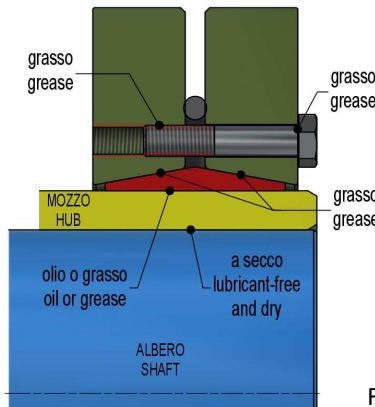
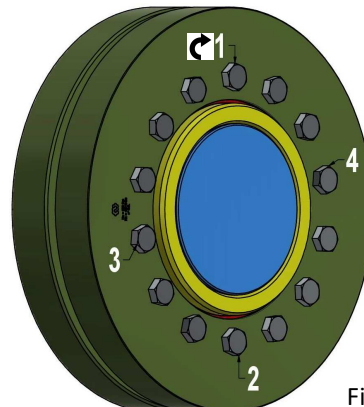

Fig. 2. Lubrificazione.
Fig. 3. Pre-serraggio.
-  Non rimuovere il grasso da viti e superfici coniche (fig. 2).
1. Pulire il diametro esterno del mozzo e il foro dello shrink disc. Lubrificare detto accoppiamento con olio o grasso, per una più facile installazione (fig. 2).
2. Prima del montaggio, **sgrassare con solvente e asciugare accuratamente foro mozzo ed albero** per garantire un **contatto a secco** (fig. 2). Tale operazione è fondamentale, poiché anche piccole tracce di lubrificante possono ridurre considerevolmente le caratteristiche funzionali del collegamento.
3. Collocare lo shrink disc sul mozzo, quindi accoppiare mozzo ed albero, assicurando i corretti posizionamenti. **L'albero deve supportare interamente la sezione in tolleranza del foro mozzo** (fig. 2). **Avvitare manualmente tre/quattro viti equamente spaziate** (fig. 3), assicurando il **parallelismo degli anelli esterni**; avvitare manualmente le viti restanti. Al termine di questo passaggio, mozzo ed albero risulteranno leggermente bloccati. Il mozzo non subirà alcuno spostamento assiale rispetto all'albero durante i passaggi successivi.